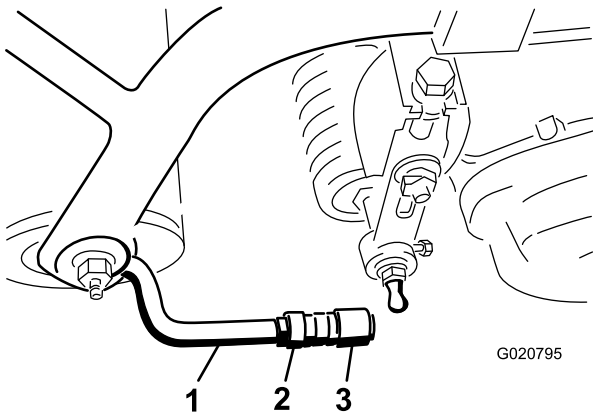

图 7
5. 对齐球窝接头内的球座使球座开口侧的中心朝向球头螺栓然后拧紧锁紧螺母将球座固定到位 图 7。